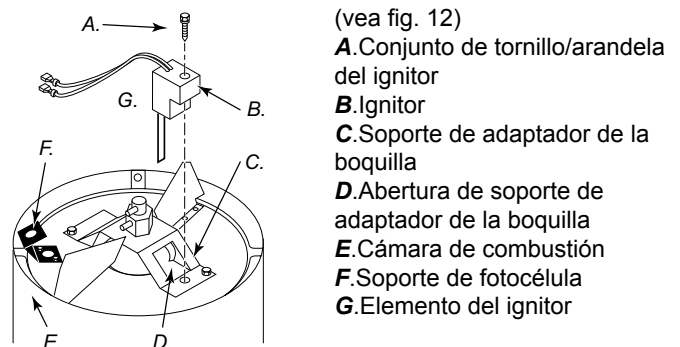

Figura 12 – Sustitución del ignitor
6. Retire la cámara de combustión (vea la Figura 12).
9. Guíe cuidadosamente el ignitor hacia su abertura en el soporte del adaptador de la boquilla. No golpee el elemento del ignitor. Fije el ignitor al soporte del adaptador de la boquilla con el tornillo usando una llave de tuercas de CH 5,5 (vea la Figura 12). Apriete a un par de 0,90 a 1,69 Nm.